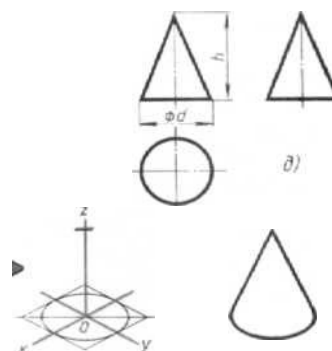

Рис. 6
3. Построить конус (рис.6)
- построить главный вид и вид с верху (рис. 6д)
- вычертить оси координат (рис.6е)
- построить основание конуса которое проецируется в эллипс (рис. 6е)
- из центра полученной фигуры провести перпендикуляр, на котором нужно отложить высоту конуса (рис. 6е)